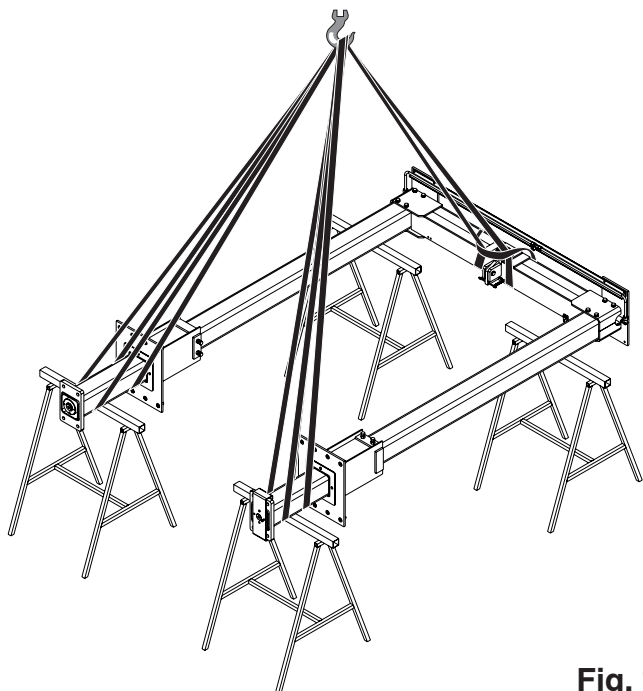

Fig. 15
- Sollevare il telaio montato come da **fig. 15** e posizionarlo a terra.
- Lift assembled frame as shown in **fig. 15**, and rest it to ground.
- Den wie in **Abb. 15** montieren Rahmen anheben und auf dem Boden anordnen.
- Lever le bâti monté comme indiqué **fig. 15** et le positionner au sol.
- Levantar el bastidor ensamblado como ilustra la **fig. 15** y colocarlo en el piso.